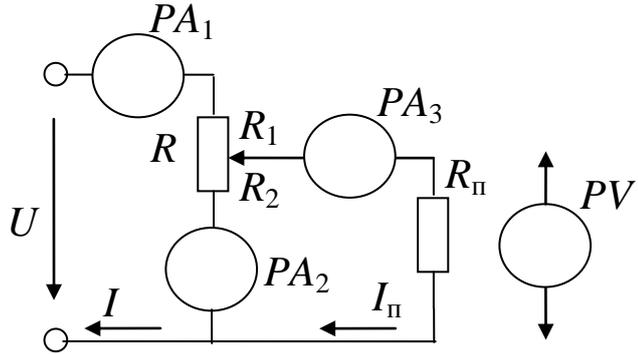

Рис. 5. Потенциометрическая схема регулирования: $R_{\text{П}} = R_5$
5.4. Выключить блок питания и стенд. Собрать электрическую схему регулирования напряжения и тока делителем напряжения (рис. 5) и дать проверить её лаборанту.
5.5. Включить стенд и блок питания. Перемещая скользящий контакт реостата из одного крайнего положения в другое, записать показания приборов исследуемой цепи (рис. 5) в табл. 2 при крайних и среднем положении скользящего контакта реостата.
7.13. Как изменится и почему температура электронагревателя в качестве приемника электрической энергии на рис. 5, если скользящий контакт переменного резистора R переместить вниз?